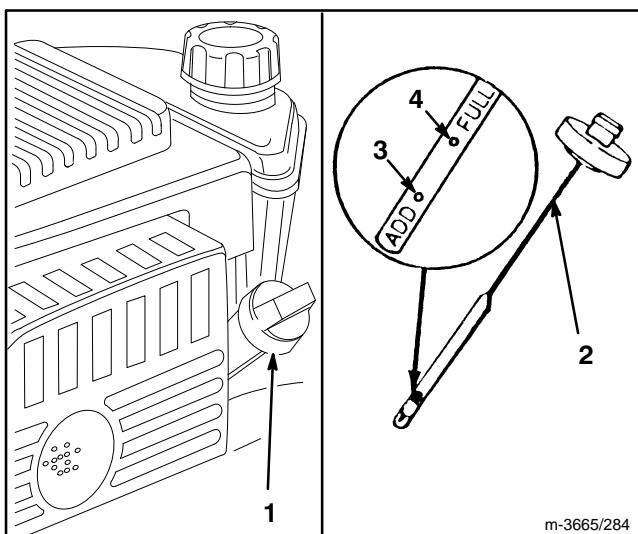

Abbildung 7
Das Kurbelgehäuse mit Öl vom Typ SAE 30 oder 10W30 füllen, bis der Ölstand die Markierung VOLL auf dem Meßstab erreicht (siehe Abb. 7). Das Kurbelgehäuse faßt maximal 0,65 Liter Öl. Verwenden Sie qualitativ hochwertige Öle, die den API (American Petroleum Institute) Normen SF, SG, SH oder SJ entsprechen.
Vor jedem Gebrauch sicherstellen, daß sich der Ölstand zwischen VOLL und NACHFÜLLEN befindet (Abb. 7). Öl nachfüllen, falls der Ölstand zu niedrig ist.
3. Den Ölmeßstab abwischen und in den Einfüllstutzen stecken. Die Verschlußkappe um eine Vierteldrehung drehen. Den Meßstab wieder herausziehen und den Ölstand prüfen (Abb. 7). Ist der Ölstand niedrig, den Ölstand nur bis zur VOLL-Markierung auffüllen. **NICHT ÜBER DIE VOLL-MARKIERUNG ANFÜLLEN, DENN DER MOTOR KÖNNTE BEIM STARTEN BESCHÄDIGT WERDEN; ÖL LANGSAM EINFÜLLEN.**
1. ÖLSTAND PRÜFEN — Ölstand, wie auf dem Ölmeßstab gezeigt, zwischen VOLL und NACHFÜLLEN halten (Abb. 7).